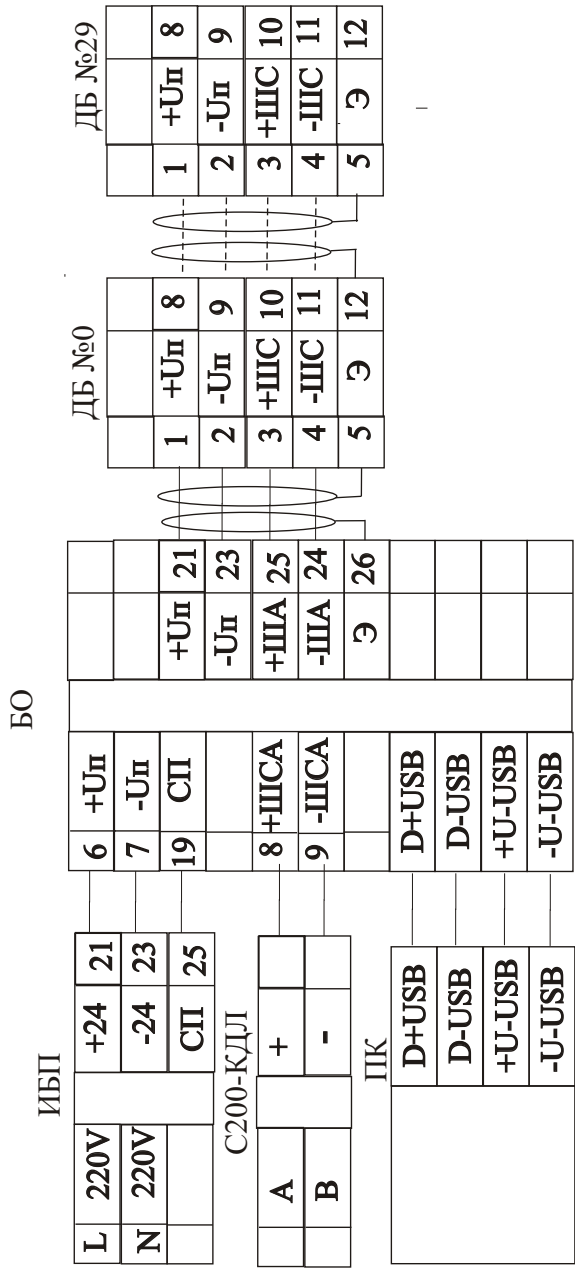

Рис. 5. Схема подключения детекторных блоков (ДБ) к блоку обработки (БО) извещателей “Пульсар53”.
2.2.9 Снять крышки с корпусов ДБ, для чего ослабить четыре винта, фиксирующих крышку к корпусу. и подключить кабель с трансляцией с одного детекторного блока к следующему - в соответствии с рис. 5.